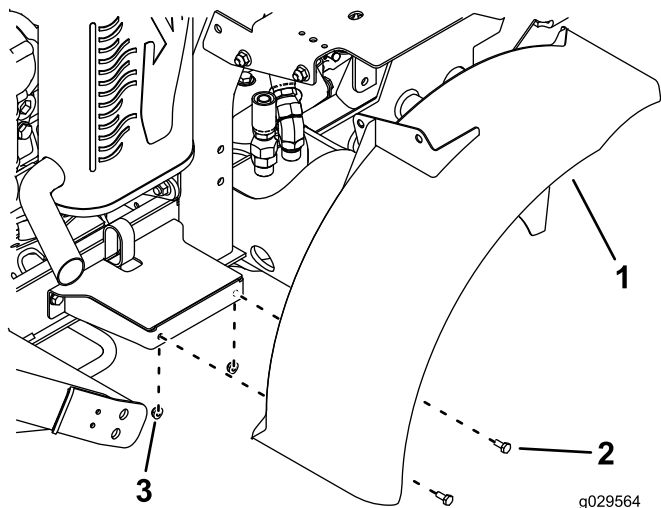

図 7
- 右フェンダの側部をフェンダのマウントに仮止めするボルト1/4 x 5/8 インチ2本とナット1/4 インチ2個を使用する 図 7。
- フェンダ上部にブラケットを仮止めするボルト3/8 x 3/4 インチ2本とフランジナット3/8 インチ2個を使用して 図 7 のように取り付ける。